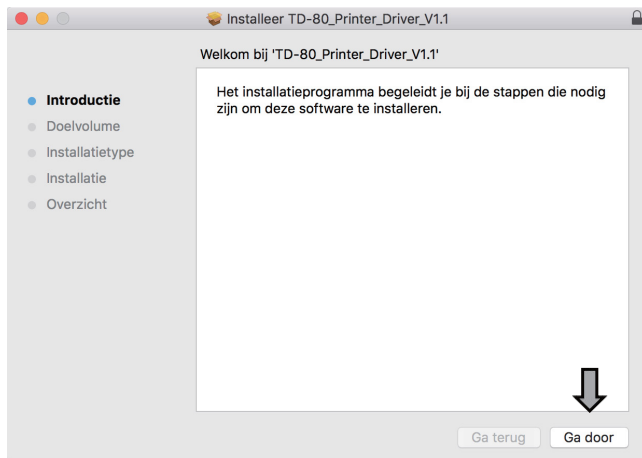

Bild 2
- ② Öppna installationsfönstret för skrivardrivrutinen och klicka på "Fortsätt" (se bild 2).